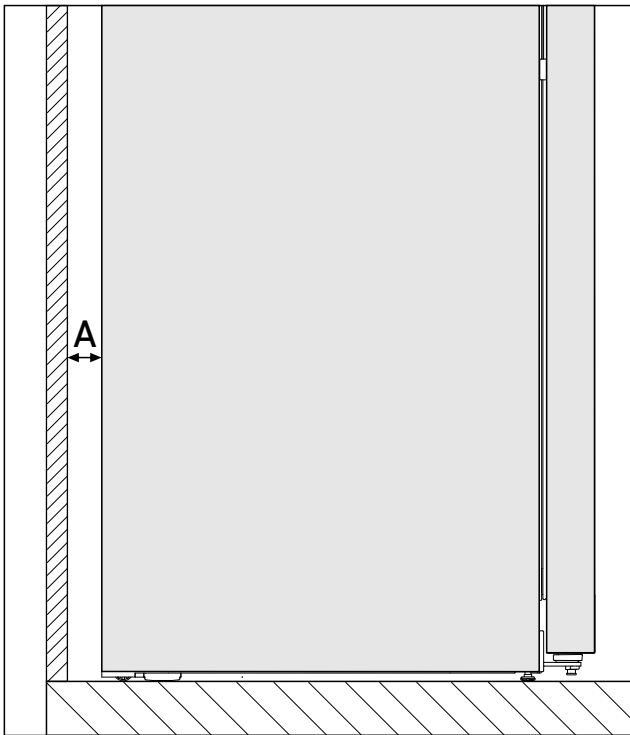

Fig. 3 *
Il consumo energetico è stato rilevato con una distanza dalla parete Fig. 3 (A) tra il retro dell'apparecchio e la parete. Se la distanza dalla parete è inferiore a Fig. 3 (A), questo non influenza in alcun modo la funzionalità dell'apparecchio, ma il consumo energetico aumenta con una distanza dalla parete inferiore.*